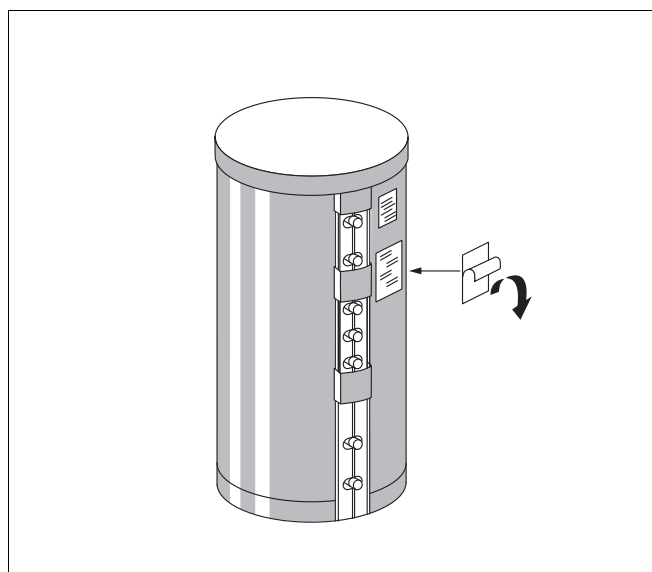

Fig. 8 Amplasarea plăcuței de identificare
- Îndepărtați folia de pe partea de aplicare a plăcuței și lipiți plăcuța de identificare sub plăcuța mai mică lipită deja (Fig. 8).